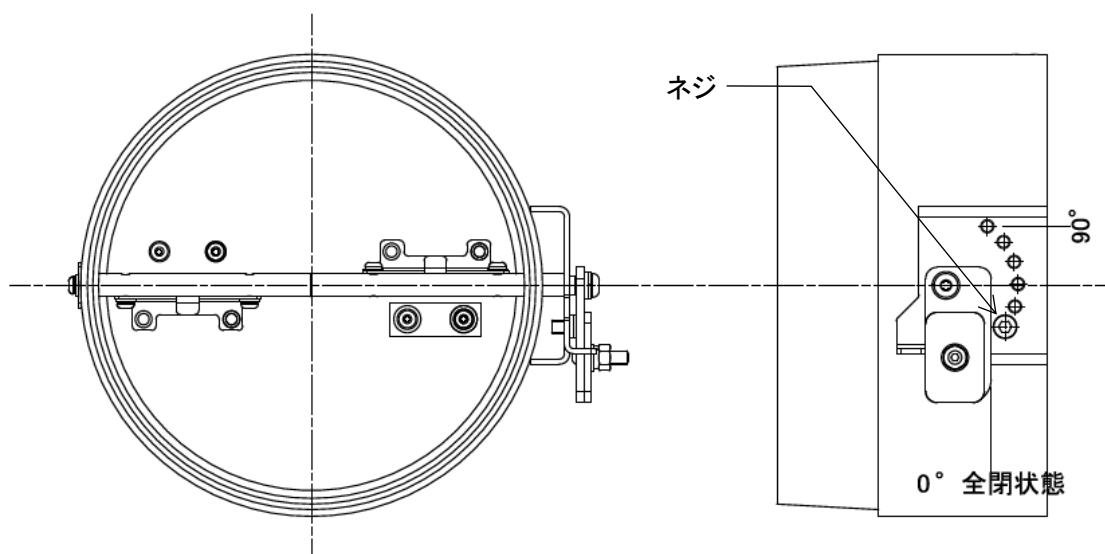

図 9-13
9.3.9 風量調整ダンパー(図 9-13)
- ・ ダンパーの調整角度(図 9-13)は、調整角度が 0° の時に全閉状態、 90° の時に全開状態になります。